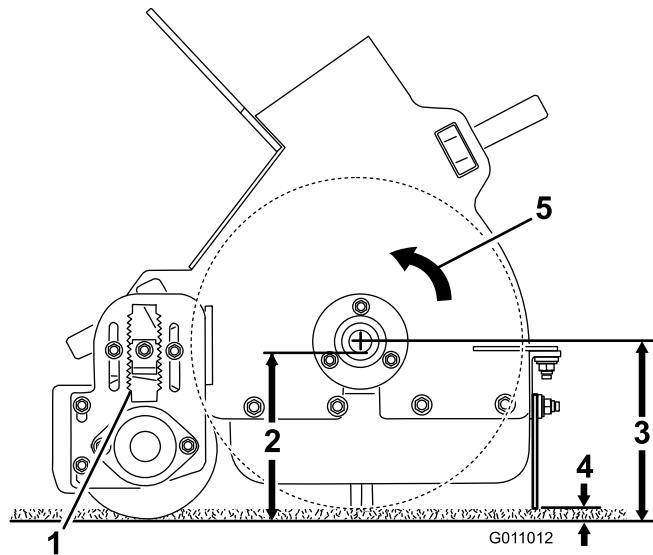
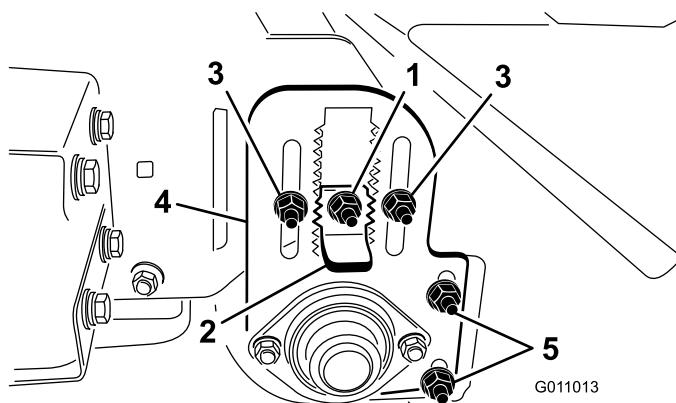

Figura 20
Figura 21
Consulte la Figura 20 y la Figura 21 para obtener una explicación más detallada sobre los ajustes recomendados de la máquina.
3. Afloje la contratuerca de la llave de ajuste de altura (Figura 21) para poderla sacar 13 mm aproximadamente.
4. Afloje las contratuerzas de ajuste de altura del rodillo (Figura 21).
5. Tire hacia fuera de la llave de ajuste de altura y desplace el rodillo trasero hacia arriba o hacia abajo deslizando la placa de ajuste de altura del rodillo a la altura deseada (Figura 21).
Compruebe y asegúrese de que el rascador del rodillo (Figura 21) está ajustado con un espacio de 2 mm entre el rascador y el rodillo. Afloje las tuercas de ajuste del rascador del rodillo, posicione el rodillo según desee y apriete las tuercas.